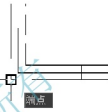
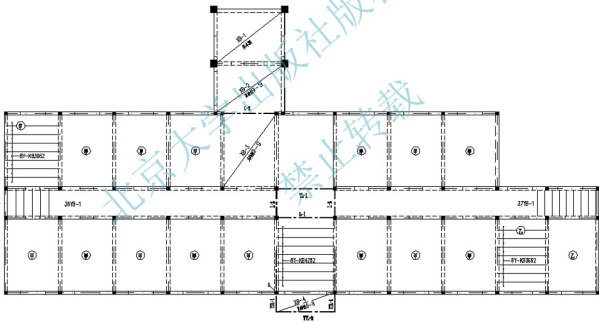

图 5.41 确定插入点
图 5.42 绘制构造柱
(3) 按 Ctrl+Tab 快捷键，将“标准层结构布置图”设置为当前图形文件，然后按 Ctrl+V 快捷键。在**指定插入点**：提示下，捕捉如图 5.41 所示的位置作为插入点，结果如图 5.42 所示。